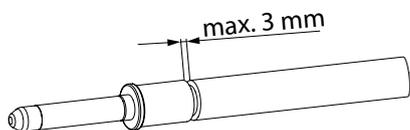

Abb. 33:
2. Darauf achten, dass der Spalt zwischen Isolierung und Kontakt nicht mehr als 3 mm beträgt (**Abb. 33**).